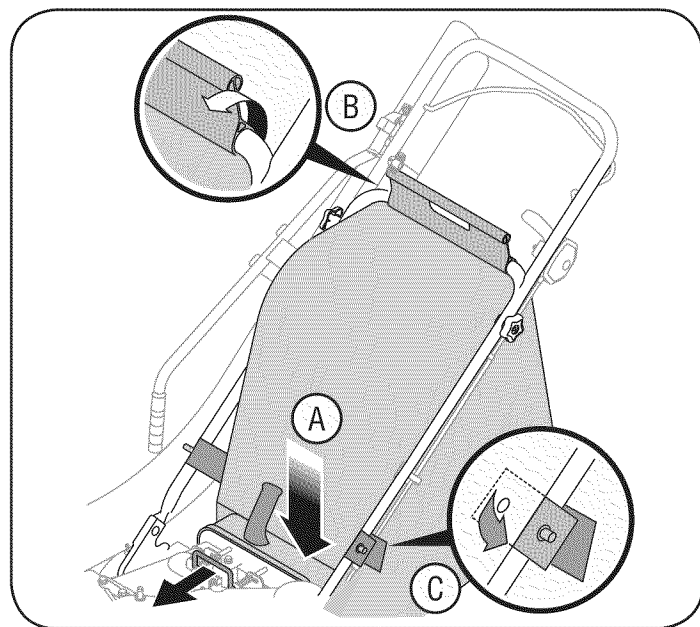

Figura 7
- Deslice la bolsa por encima del borde de la abertura de descarga y suelte la varilla de seguridad para ajustar la bolsa en su lugar. Vea la figura 7.
- Coloque las tiras inferiores de la bolsa por encima de la parte superior de la manija inferior, enganchándolas en los pernos. Vea la figura 7.